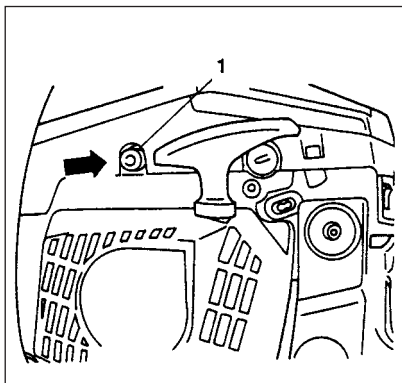

Fig. 2-2B
\* Prima a válvula de descompressão (1) (não instalada em todos os modelos) A válvula volta para trás quando o motor arranca. (Fig. 2-2B)
2. Puxe do manipulo do ar para colocá-lo na posição de enriquecimento. Isto leva o acelerador automaticamente à posição de arranque. (Fig. 2-2B)